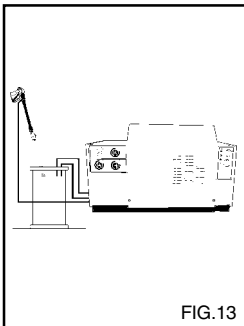

FIG.13
**JÄÄTYMISENESTOAIINEEN KÄYTTÄMINEN (fig. 13).**